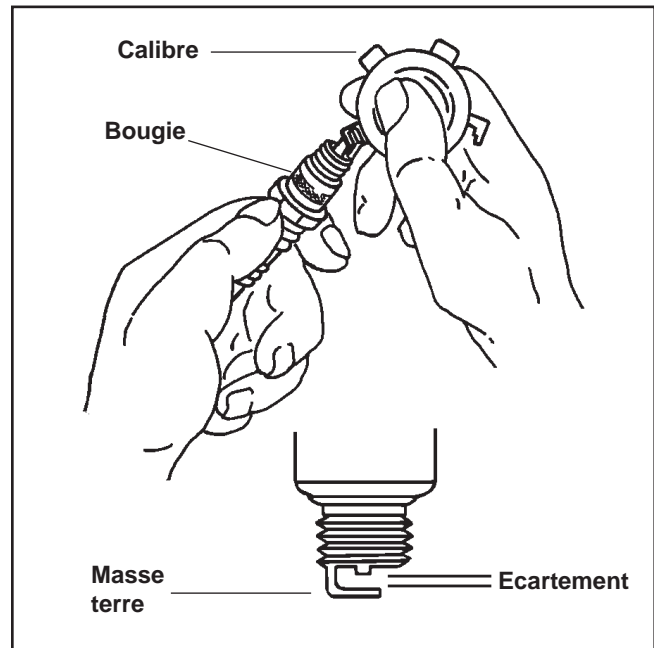

Figure 8-1. Entretien de la bougie.
3. Contrôler l'écartement des électrodes à l'aide d'un calibre. Régler l'écartement en pliant prudemment l'électrode de masse. Voir la figure 8-1. Ecarter les bougies CH11-15 de 1,02 mm (0,040 in.). Régler l'écartement CH16 sur 0,76 mm (0,030 in.).